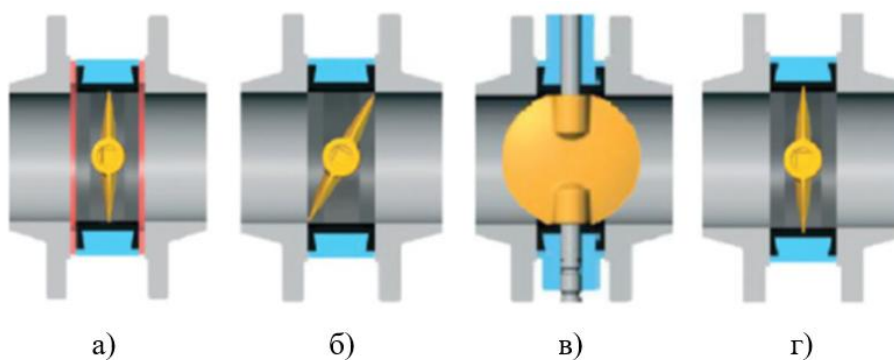

Рисунок 5.39. Процедура установки затвора
Не допускается применение дополнительных прокладок и любых герметизирующих материалов (герметиков) между затвором и ответными фланцами трубопровода, рис. 5.39 а).
Диск должен быть приоткрыт, не выходя за корпус затвора, рис. 5.39 б).
- ▶ Выполнить пробное открытие-закрытие затвора рис. 5.39 в).
В случае монтажа затвора с диском в закрытом положении, седловое уплотнение затвора (манжета) деформируется, и дальнейшее открытие диска будет затруднительным или невозможным, рис. 5.39 г).